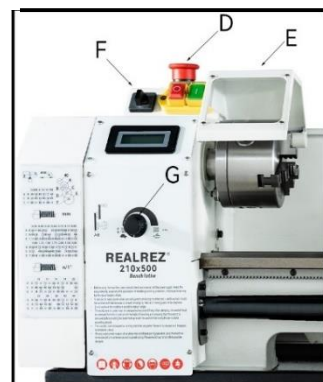

рис.10
2. Переключатель регулировки скорости (G, рис.10)